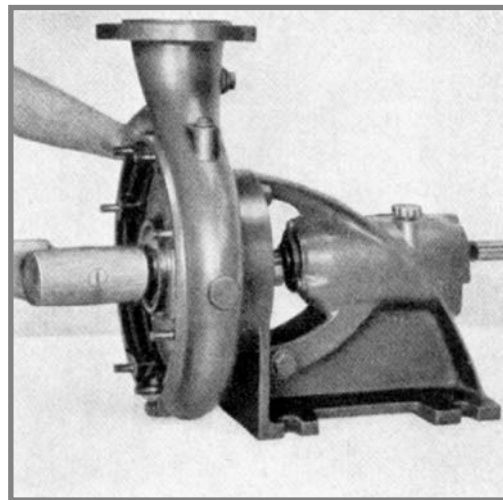

Fig. 14
03. Soltar a seguir a tampa do cavalete dos mancais do lado do acionamento e retirar o rotor com leves pancadas no eixo (Fig. 14). Depois de uso prolongado, o rotor às vezes sai com dificuldade do eixo. Nestes casos, usam-se líquidos solventes de ferrugem.